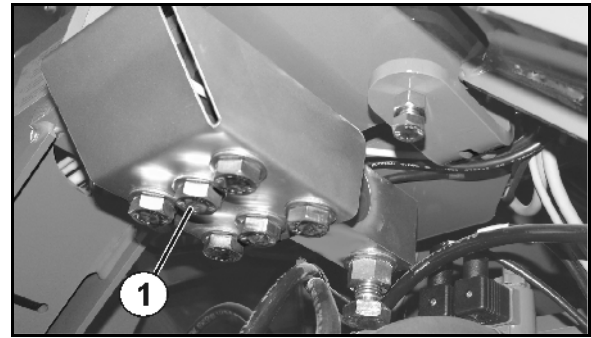

Fig. 53
- Punnituskennon 6 pulttia (Fig. 53/1)